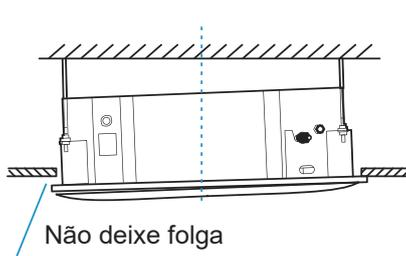

Figura 3.18
- Não deixe folga entre o teto e o painel. Consulte a Figura 3.18.